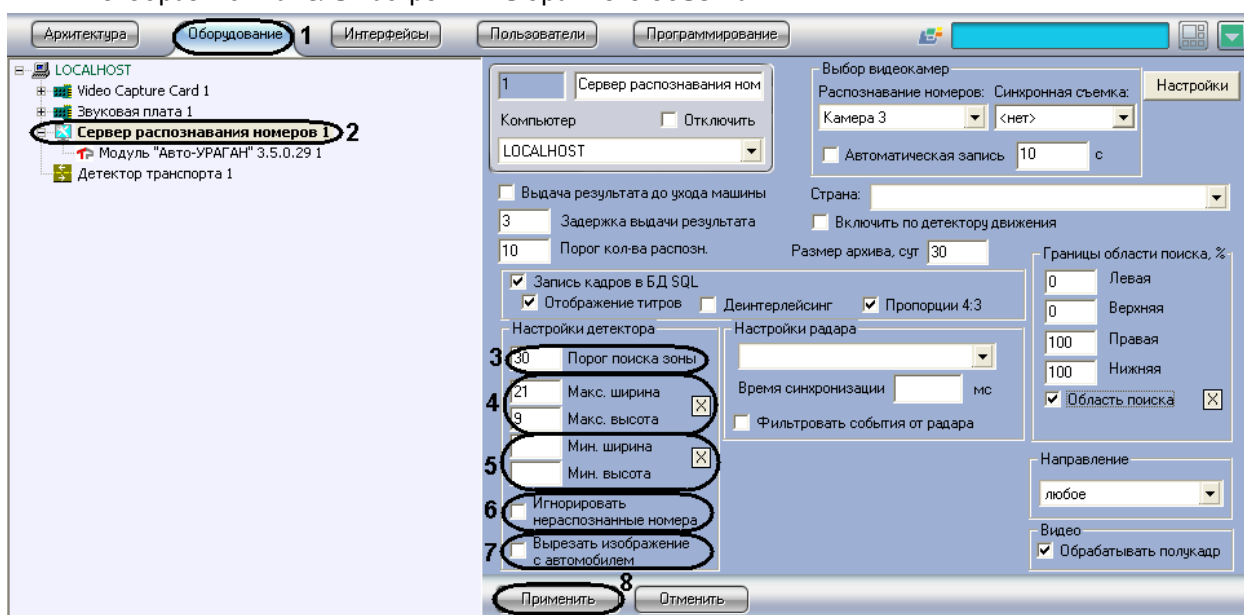

Рис. 7.2—25. Настройка детектора
2. В дереве объектов на вкладке «Оборудование» выбрать объект «Сервер распознавания номеров», соответствующий активированному программному модулю «Авто-УРАГАН 3.5.0.29» (см. раздел «Активация программного модуля, используемого для распознавания номеров», Рис. 7.2—25, 2). В правой части вкладки «Оборудование» отобразится панель настройки выбранного объекта
3. Задать параметр «Порог поиска зоны» (см. Рис. 7.2—25, 3).